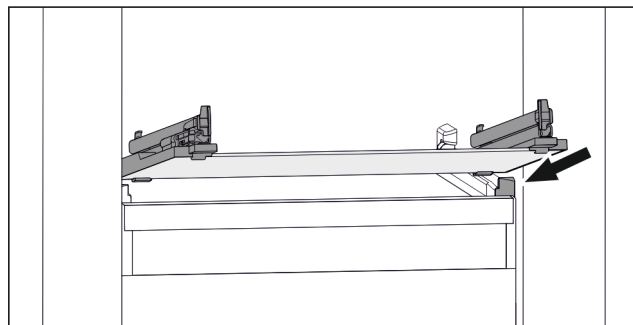

Fig. 117 Rappresentazione esemplificativa del ripiano in vetro
- Applicare il ripiano in vetro obliquamente dietro i fermi. (vedere Fig. 117)